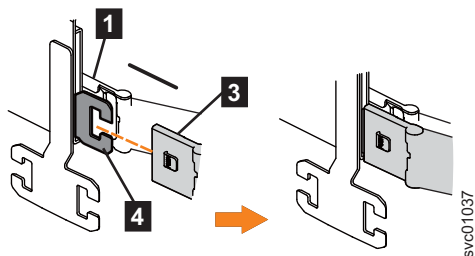

Abbildung 65. Inneren Anschluss der oberen Kabelträgerbaugruppe an inneren Teil der Halteschiene installieren
3. Installieren Sie den inneren Anschluss der oberen Kabelträgerbaugruppe (**3**) wie in Abb. 65 auf Seite 77 gezeigt an den inneren Teil der linken Halteschiene (**4**).